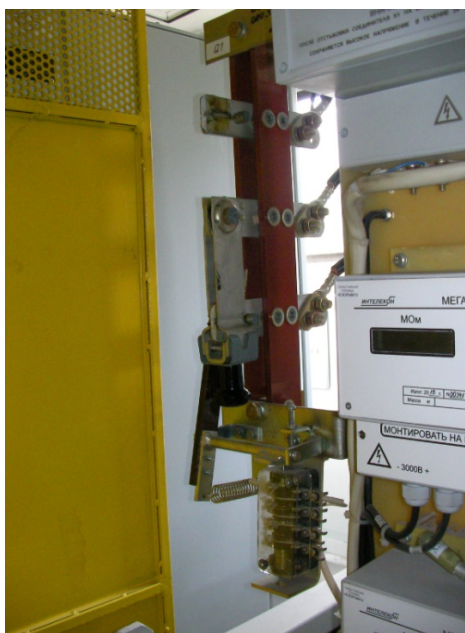

Рисунок 17 – Разъединитель Q1, ввода под низким напряжением
- блокировка разъединителя ввода под низким напряжением Q1 (рис.17).
4. В обеих секциях на блоке аппаратов №3 (рис.1, поз.14, рис.20) положение разъединителя Q1 (рис.17) ввода под низким напряжением.